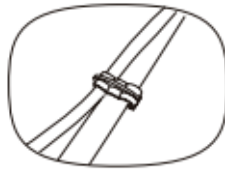

Рис. 3
- a. Закрепите сетевой шнур на рукоятке (Рис. 3).